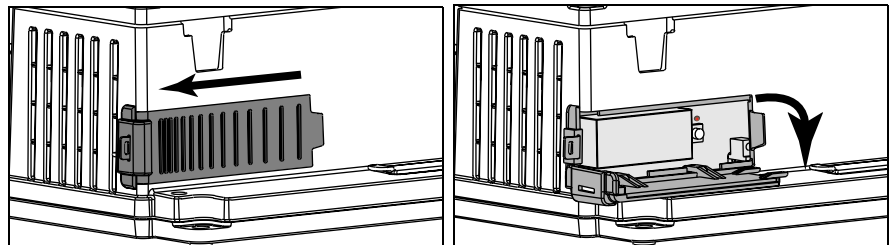

Figura 6: Apertura de la puerta de acceso
3. Abra la puerta de acceso deslizándola por el lateral del Circuit Monitor y, a continuación, empújela suavemente hacia abajo para abrirla (vea la Figura 6).